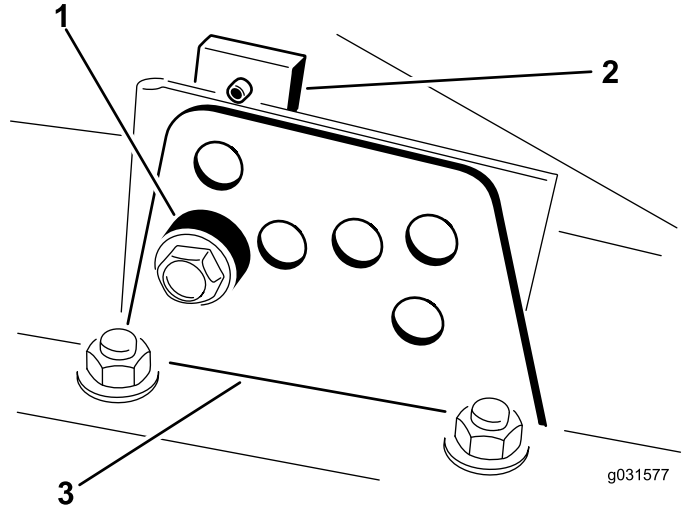

图 18
2. 拧松将各剪草高度支架固定至剪草高度板的螺栓前面和两侧如图 18 所示。
4. 在支撑起切割腔的同时取出隔片 (图 18)。